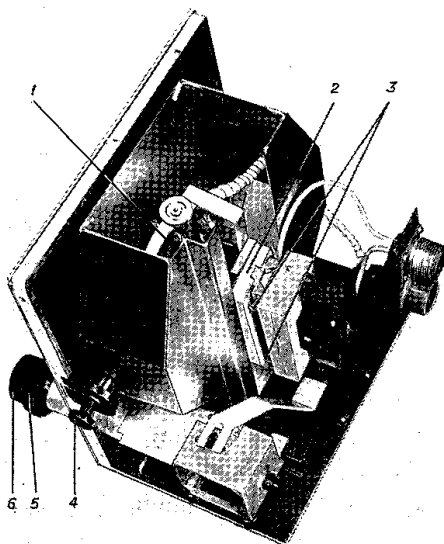

Рис. 12
Для замены лампы ДРШ250-3 в осветителе необходимо, отвернув винты 2, снять кожух 1, выдвинуть до упора рукоятку 4 (см. рис. 12), взять из комплекта отвертку и отвернуть винты 3 (рис. 12), не вывинчивая их полностью; снять с бокового электрода лампы колпачок; взявшись за керамическое основание лампового держателя
Барашки 6 (см. рис. 12) и 5 служат для центровки лампы.
7.2.7. Вдвинуть шторку 1 (см. рис. 12) в осветителе рукояткой 4.